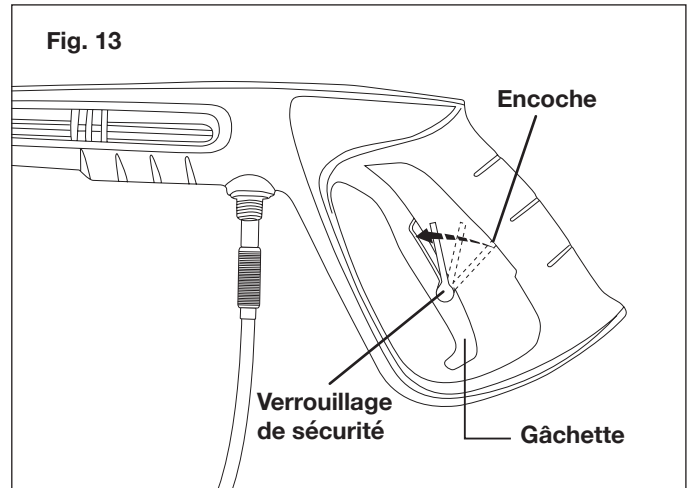

Fig. 13
6. Assurez-vous que le verrouillage de sécurité est dans sa position d'origine, en bas (Fig. 13), puis appuyez sur la gâchette pendant quelques secondes jusqu'à ce que le débit soit régulier. Ceci permettra à l'air de s'échapper et de relâcher toute pression résiduelle dans le flexible haute pression.
5. Activez le verrouillage de sécurité sur la poignée de la gâchette en le poussant jusqu'à ce qu'il se place dans l'encoche en s'encliquetant (Fig. 13).